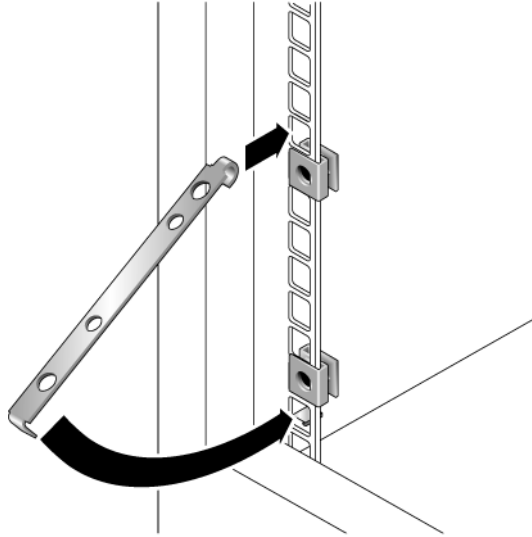

FIGURE 2-25 Mise en place du support de l'adaptateur sur le rail de l'armoire
2. Accrochez un support d'adaptateur de rail de l'armoire sur l'avant du rail de l'armoire (voir FIGURE 2-25).